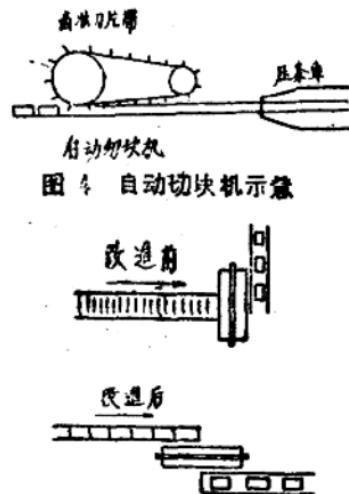

图4 自动切块机示意
(2) 自动切块机(图4) 自动切块机的原理为自压条車出来的皂条，推动齿状刀片带，同时由于齿状刀片带的轉动，使刀片逐渐下落，把肥皂条切断。此外有1/2匹馬达一台，